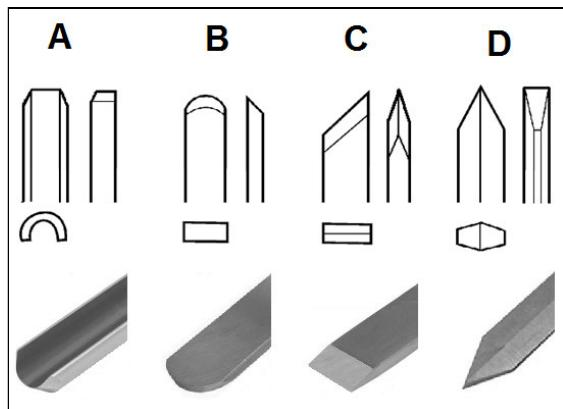
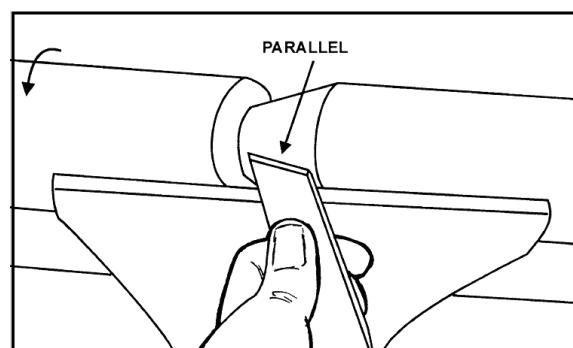

Рисунок 7.
Рисунок 9
**Трубчатый резец (A, Рис. 7)** Один из важных инструментов для токарной обработки.
**Шабер (B, Рис. 7)**. Применяется для наружного и внутреннего калибрования, а также для удаления следов обработки.
**Косой резец (C, Рис. 7)**. Применяется для проточки V-образных канавок, для наружного калибрования и для токарной обработки торцов древесины. Режущая кромка устанавливается параллельно направлению реза (Рис.9).
**Отрезной резец (D, Рис. 7)**. Применяется для прямой врезки в заготовку, например при затыловке и отрезке. Может применяться также как шабер и для получения нужного диаметра.